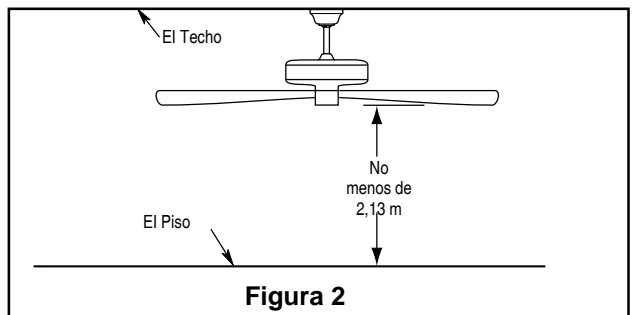

Figura 2
2. Retire el clip de horquilla y pasador de horquilla de la parte inferior de la bola para colgar. Retener el pasador y clip para la reinstalación en el paso 4. (Figura 2)
Debe colgar el ventilador a una distancia mínima de 2,13 m desde las aspas hasta el piso. (Figura 2)
1. Conecte el conductor verde con conexión a tierra de la bola para colgar y el conductor verde con conexión a tierra de la abrazadera para colgar al conductor de suministro con conexión a tierra (posiblemente un conductor desnudo o un cable con aislante verde). Conecte los cables a los conectores provistos de forma segura. Conecte el conductor blanco del motor del ventilador al conductor blanco (neutro) mediante el conector provisto de forma segura. Conecte el conductor negro del motor del ventilador y el conector azul al conducto negro mediante el conector provisto de forma segura. (Figura 2)
2. Coloque y ajuste firmemente la cubierta para el tornillo de la base sobre los tornillos de reborde de la abrazadera para colgar mediante el mecanismo de seguro por giro del chavetero. (Figura. 2)
2. Retire uno de los tres tornillos de la abrazadera de soporte. Afloje ligeramente los dos tornillos restantes. Instale la Unidad de placa de luces a la motor utilizando las dos ranuras principales de la placa de conexión. Vuelva a colocar el tercer tornillo y asegure los tres tornillos. (Figura 2)
2. Para que el ventilador sea funcional, instale las pilas (incluidas) de 23A/12V en el transmisor del mando a distancia. Mientras el ventilador esté apagado. A continuación, siga el proceso de fijación remota de código. Si no se utiliza el ventilador durante un largo periodo de tiempo, extraiga la batería para evitar cualquier daño al transmisor. Almacene el mando a distancia en un lugar alejado del calor o la humedad excesiva. (Figura 2)